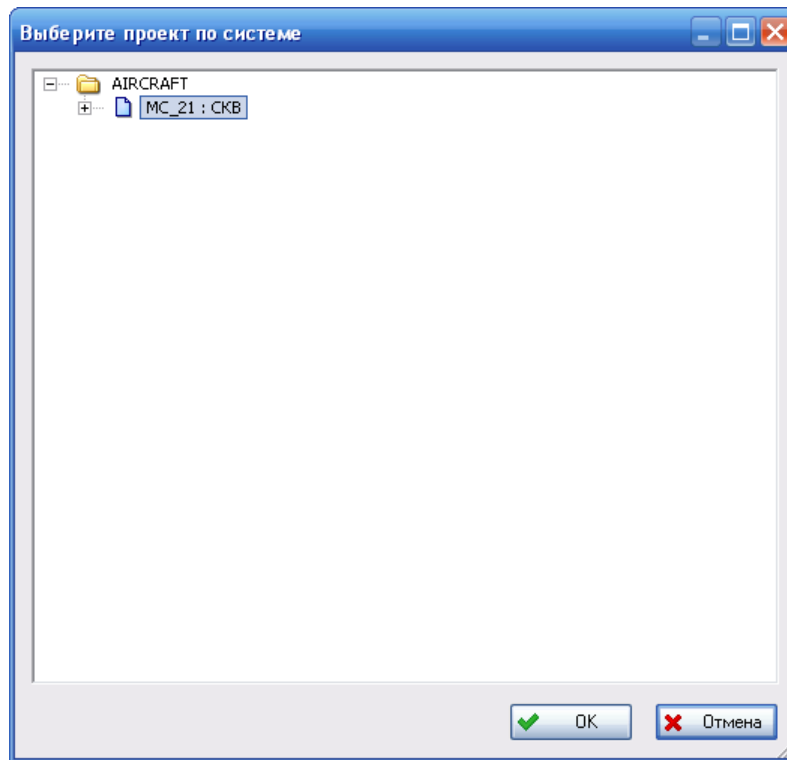

Рис. 2-10
2. В появившемся окне выберите проект по системе, который нужно взять на редактирование (рис. 2-10).